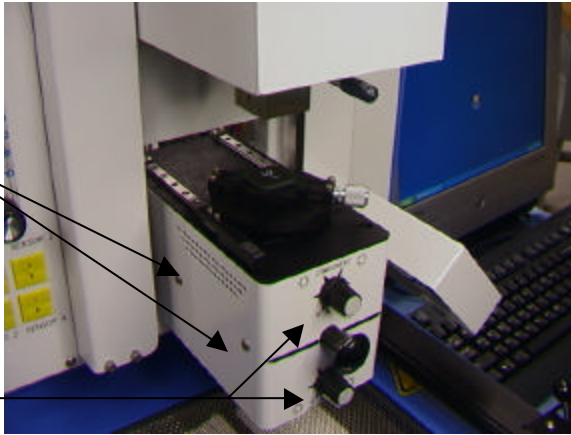

Abbildung 13
1. Lockern Sie die Stellschrauben an den Lichteinstellknöpfen (Abbildung 13)
3. Entfernen Sie die vier Schrauben (2 auf jeder Seite) von der Metallabdeckung der Kamera (Abbildung 13).
5. Durch Lockern der oberen Schrauben (A) und Festziehen der unteren Schrauben (B) wird das Prisma nach unten verstellt.
6. Durch Lockern der unteren Schrauben (B) und Festziehen der oberen Schrauben (A) wird das Prisma nach oben verstellt.